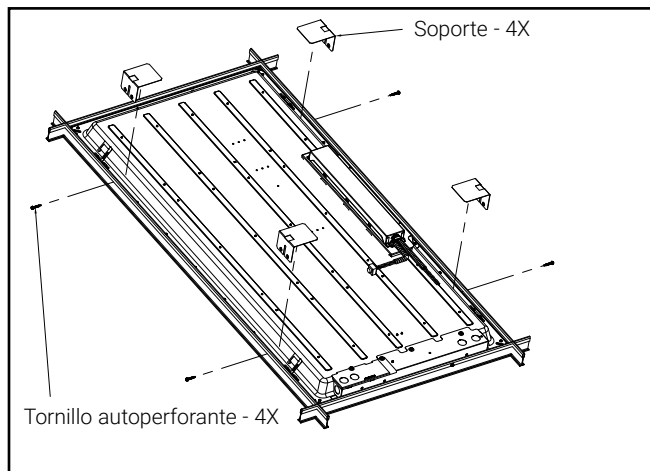

Imagen 7.
2. Presione los soportes hacia abajo hacia el luminario e instale los tornillos autoperforantes incluidos (Imagen 7).